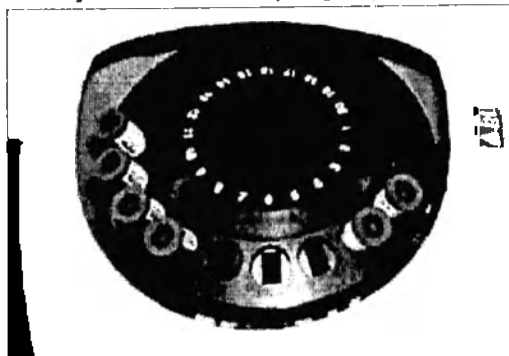

Рисунок 16. Установленные пробы
2. Вставьте пробы в специальные выемки (рисунок 16).